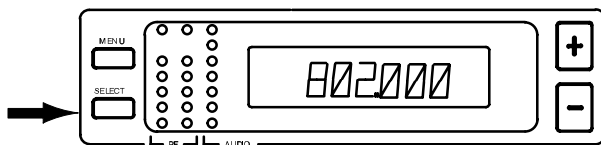

FIGURA 18
3. Oprima el botón de SELECCION. La frecuencia de funcionamiento actual se indica en la pantalla, como se muestra en la Figura 18.